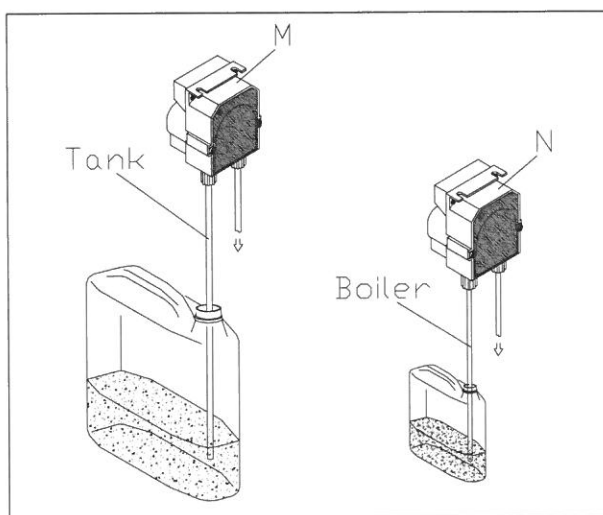

Рис. 3-4
- Настройки дозатора моющего средства (M) (по запросу) и дозатора ополаскивателя (N) выставляет производитель машины. Изменить настройки можно с помощью регулировочных винтов на дозаторах. Емкости для моющего средства и ополаскивателя (если они не поставляются вместе с машиной) необходимо размещать рядом с машиной и подключать сзади машины (к баку для моющего средства и бойлеру для ополаскивателя) (fig.3-4) с помощью прозрачных труб.
- The detergent dispenser (M) (optional) and rinse aid dispenser (N) are regulated by the manufacturer. If the setting needs to be changed, turn the regulating screw on the dispensers. The detergent and rinse aid containers (if not provided with the appliance) should be placed next to the machine and connected to the transparent pipes fitted to the back of the appliance (Tank for the detergent and Boiler for the rinse aid) (fig.3-4).
- Die Dosierer des Reinigungsmittels (M) (auf Anfrage) und des Glanzspülmittels (N) werden werkseitig eingestellt. Für andere Einstellungen die Stellschraube der Dosiervorrichtung regeln. Die Behälter für Reinigungsmittel und Glanzspülmittel (wenn nicht mit dem Gerät mitgeliefert) müssen in unmittelbarer Nähe der Maschine stehen und die Entnahme erfolgt über die durchsichtigen Schläuche (Tank für das Reinigungsmittel und Boiler für Glanzspülmittel) an der Rückseite des Geräts (fig.3-4).
- Les doseurs du détergent (M) (sur demande) et du produit de rinçage (N) seront réglés par le constructeur. S'il vous fallait régler différemment, faire tourner la vis de réglage sur les doseurs mêmes. Les alvéoles à détergent et à produit de rinçage (si non fournies avec l'appareil) seront mises près de la machine et le prélèvement sera effectué par des tubes transparents (Tank pour le détergent et Boiler pour l'agent de brillantage) situés derrière l'appareil (fig.3-4).
- Los dosificadores de detergente (M) (a pedido) y abrillantador (N) salen de la fábrica regulados por el Constructor. En el caso de que se necesitara una regulación distinta, usar el tornillo de dosificación de los propios dosificadores. Si los contenedores de detergente y abrillantador no forman parte del equipamiento base, se deben colocar cerca de la máquina; el detergente y el abrillantador se sacan a través de los tubos de toma transparentes (letrero Tank para el detergente y Boiler para el abrillantador) ubicados en la parte trasera del aparato (fig.3-4).